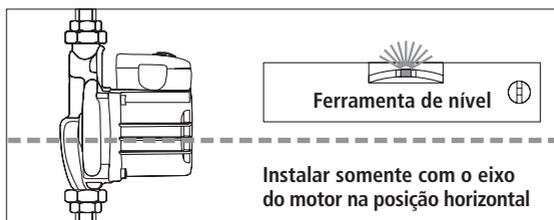

Fig. 01
- A bomba deve ser instalada de modo que o eixo do motor fique na posição horizontal [Fig. 01].